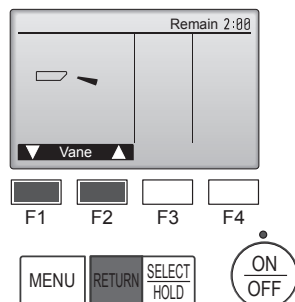

Fig. 7-4
- ② Appuyez sur la touche [SELECT/HOLD] pour afficher l'écran de fonctionnement du volet puis appuyez sur les touches [F1] et [F2] pour contrôler le volet automatique. (Fig. 7-4)